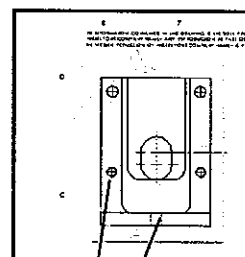

Fig.4
- 2.7- Insérer pour chaque vue la représentation du filetage – fig.4